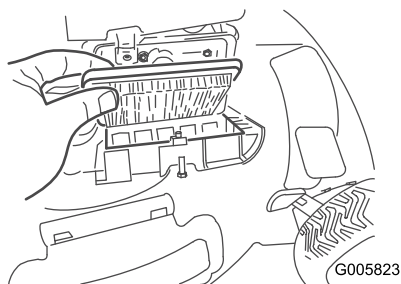

Figura 23
2. Cambie el filtro de aire (Figura 23).